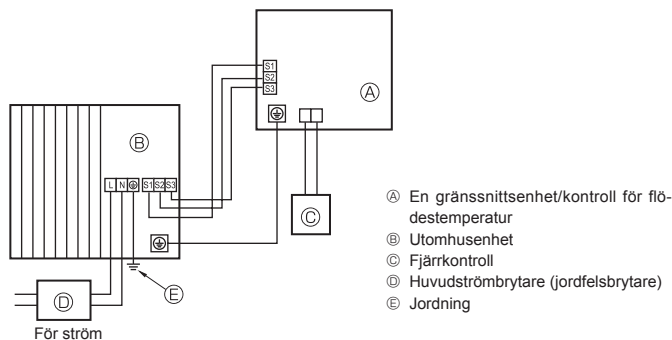
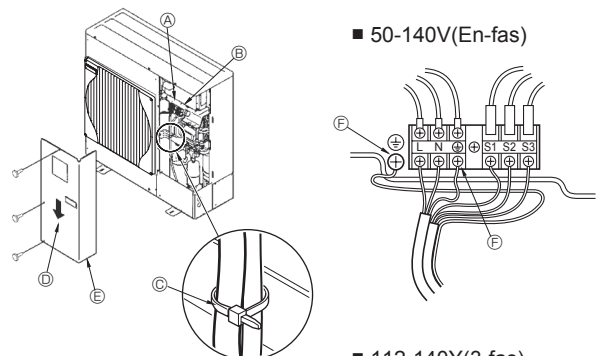

Fig. 6-1
Fig. 6-2
### 6.1. Utomhusenhet (Fig. 6-1, Fig. 6-2)
- 2 Hänvisa till Fig. 6-1 och Fig. 6-2 när kablarna dras.